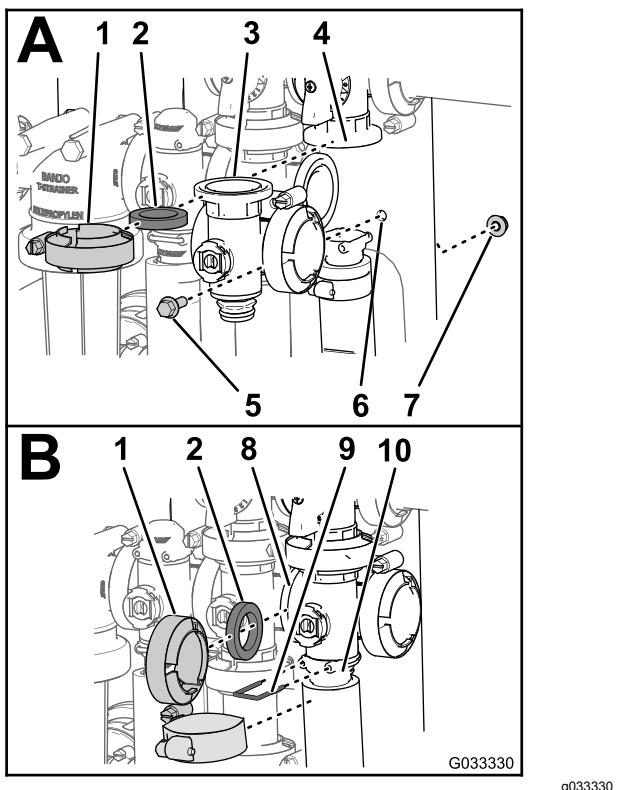

Figure 77
1. Alignez la bride du collecteur de la vanne maîtresse, 1 joint et la bride de la vanne de dérivation de la vanne maîtresse (A de Figure 77).
vanne maîtresse avec un collier serré à la main (A de Figure 77).
3. Alignez la bride du collecteur de la vanne maîtresse, un joint et le collecteur de la vanne d'agitation (B de Figure 77).
4. Montez le collecteur de la vanne maîtresse, le joint et le collecteur de la vanne d'agitation avec un collier serré à la main (B de Figure 77).
5. Alignez la bride du collecteur de la vanne maîtresse, un joint et la vanne maîtresse (B de Figure 77).
6. Montez le collecteur de la vanne maîtresse et la douille avec un collier serré à la main (B de Figure 77).
7. Fixez le raccord d'embout au raccord de sortie en insérant un étrier de fixation dans le raccord de sortie (B de Figure 77).